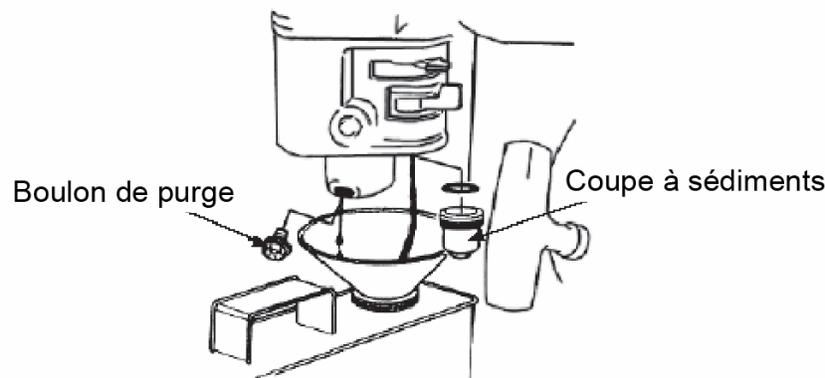

Figure 3-1.
- (c) Purgez le carburant du carburateur en enlevant le boulon de purge ainsi que la coupe à sédiments, puis mettez le levier du robinet de carburant à la position « ON » (**marche**). Remettez le boulon de purge et la coupe à sédiments après la purge de tout le carburant (*voir la figure 3-1*).